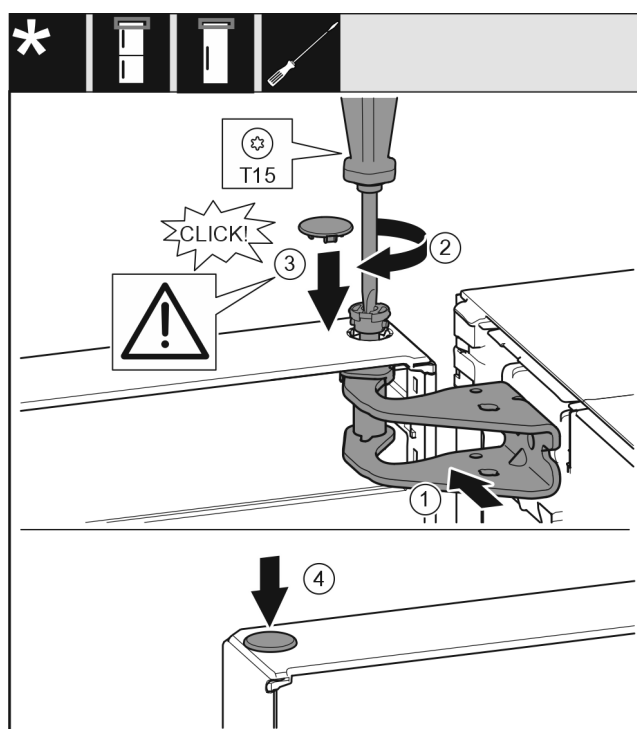

Fig. 19
- ▶ Orienter la porte en haut pour l'ouverture dans le support de palier. Fig. 19 (1)
- ▶ Poser le boulon et le visser avec un tournevis T15. Fig. 19 (2)
- ▶ Monter le cache de sécurité pour sécuriser la porte : Mettre en place le cache de sécurité et vérifier qu'il repose sur la porte. Sinon, enfoncer à fond le boulon. Fig. 19 (3)
- ▶ Mettre le bouchon en place. Fig. 19 (4)